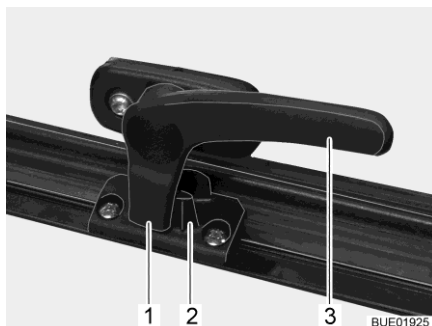

Bild 19 Låsarm i läget "stängd"
- Sväng låsarmen (Bild 19,3) ett kvarts varv mot fönstrets mitt.
- Sväng låsarmen (Bild 19,3) ett kvarts varv mot fönsterkarmen. Låsspaken (Bild 19,1) är placerad på insidan av fönsterlåset (Bild 19,2).
- I läget "helt stängt" (Bild 19).